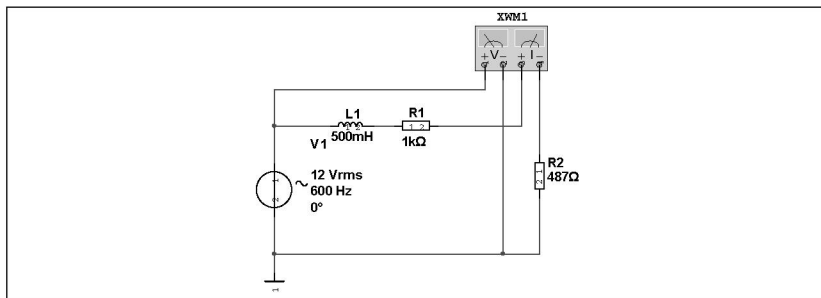

Рис. 6. Принципиальная схема LR-цепи
14. Соберите схему, приведенную на рис. 6. Установите параметры схемы согласно данным таблицы 4.
8. Векторная диаграмма цепи, изображенной на рис. 6.